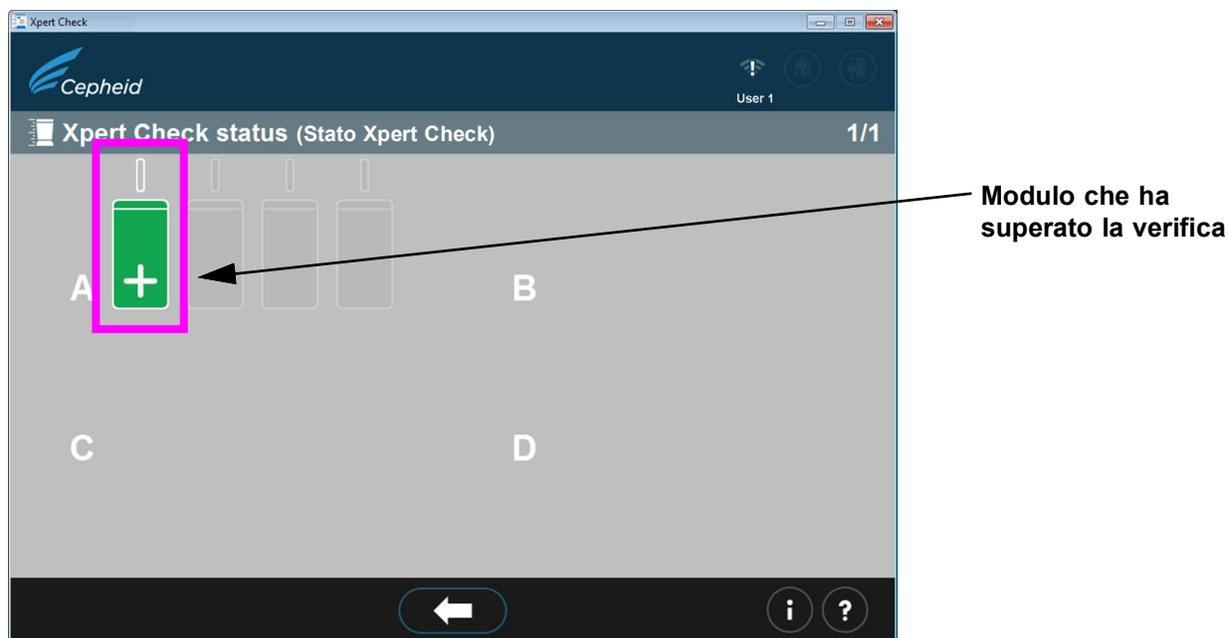

Figura 2-47. Schermata Stato di Xpert Check (Xpert Check status)
- G. Verrà visualizzata la schermata Stato di Xpert Check (Xpert Check Status). Vedere la Figura 2-47. Nella schermata Stato di Xpert Check (Xpert Check Status), i moduli che hanno superato la verifica sono indicati con il simbolo + sull'icona verde.